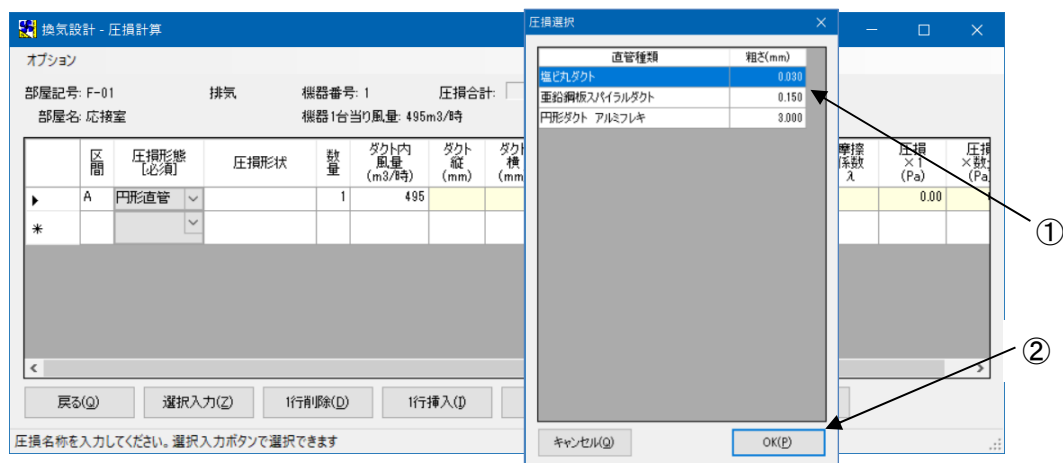

図 8
- ・ 該当の [直管種類] (図 8-①) を選択し、**[Enter]** キーを押してください。
ダブルクリック、又は **[OK (P)]** ボタン (図 8-②) をクリックしても選択できます。